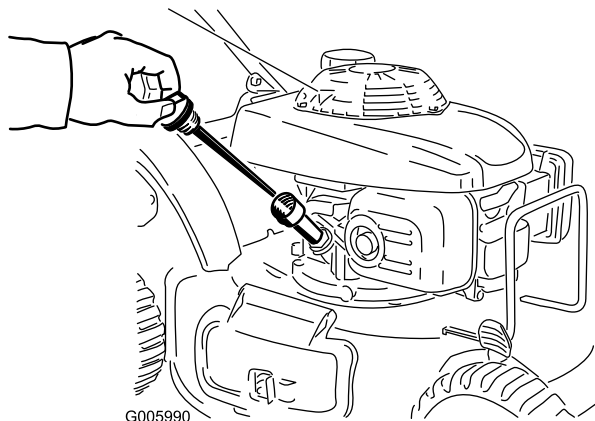

Figura 9
1. Retire la varilla (Figura 9).
2. Vierta aceite **lentamente** por el tubo de llenado de aceite, comprobando el nivel con la varilla de vez en cuando, hasta que la varilla indique que el motor está lleno, tal como muestra Figura 9. **No llene demasiado.** (Capacidad máxima: 0,55 l (20 onzas), **tipo: aceite detergente SAE 30W** con clasificación de servicio API SH, SJ, SL o superior.)